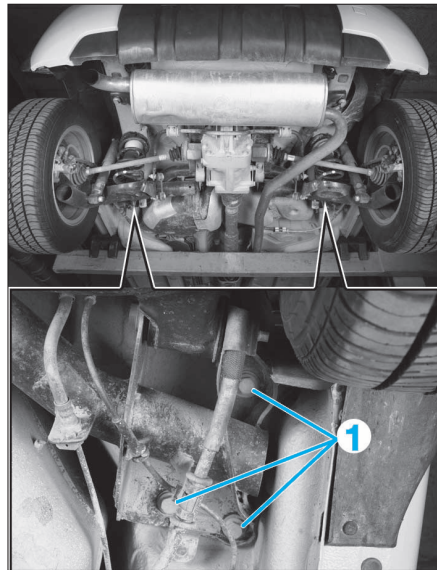

FIG. 34
- De chaque côté, déposer les vis de fixations (1) de l'essieu AR (Fig.34).